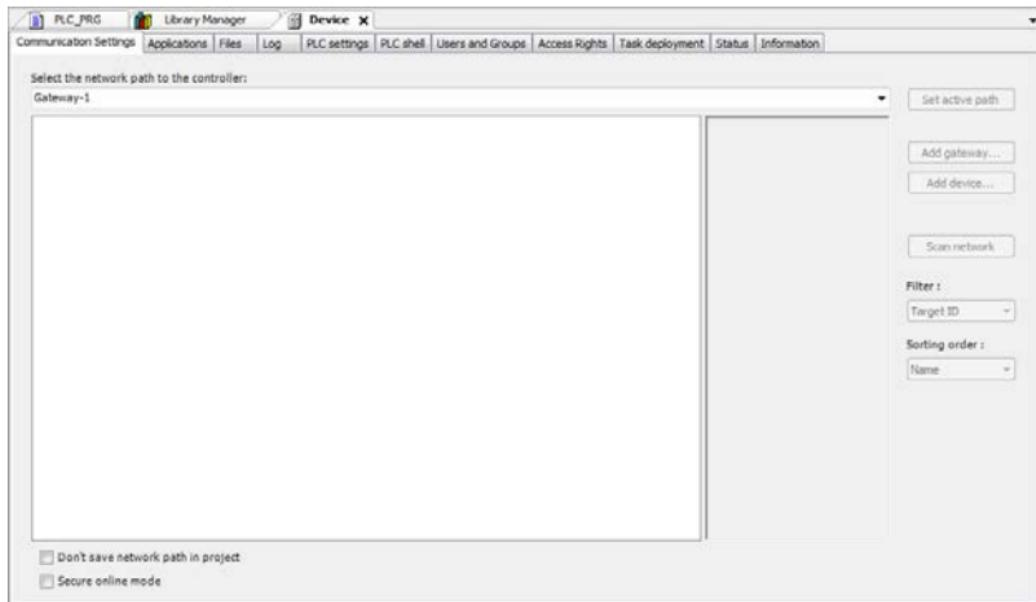

Рисунок B.21 – Настройка связи с устройством
- в дереве проекта двойным щелчком левой кнопкой мыши на строке «Device (OWEN SPK1xx)» – открыть вкладку «Device» (рисунок B.21);